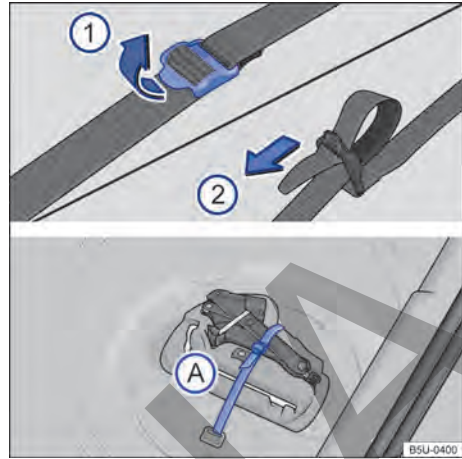

Fig. 145 En el maletero: cinta de fijación de la caja de herramientas y caja de herramientas de a bordo.
Para soltar la cinta de fijación → fig. 145 (A), tirar de la hebilla en el sentido de la flecha (1).